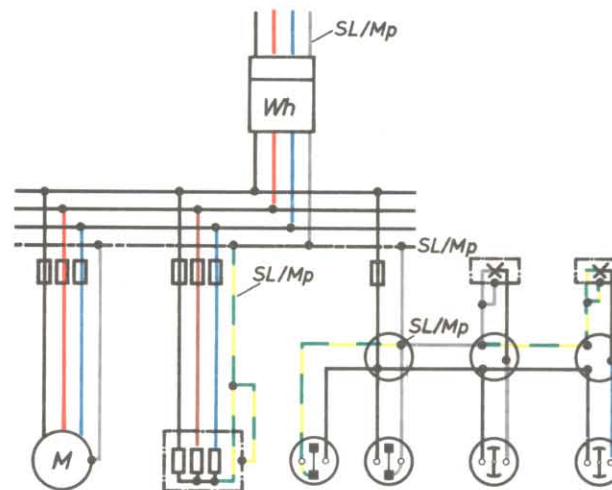

Bild 10. Beispiel für die Erweiterung einer vorhandenen Anlage bei Nullung ohne besonderen Schutzleiter, wie sie nach VDE 0100/12.65 § 10 N zulässig war.
- a) Der grüngelb gekennzeichnete Nulleiter ist an der Übergangsstelle zwischen bestehender Anlage und neuem Anlagenteil an die Klemme des grau gekennzeichneten Nulleiters³⁾ anzuschließen (Bild 10).